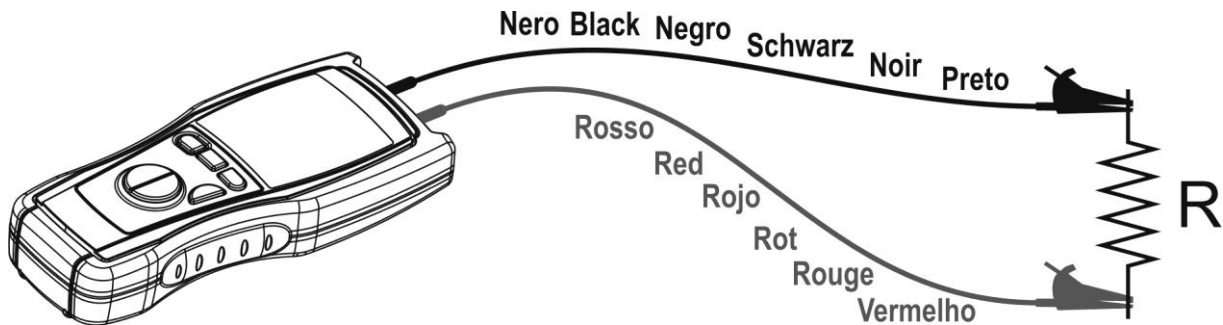

Fig. 4: Ligação dos terminais do instrumento para testes de  $\Omega$
5. Colocar as ponteiros nos pontos pretendidos do circuito em exame (ver Fig. 4).